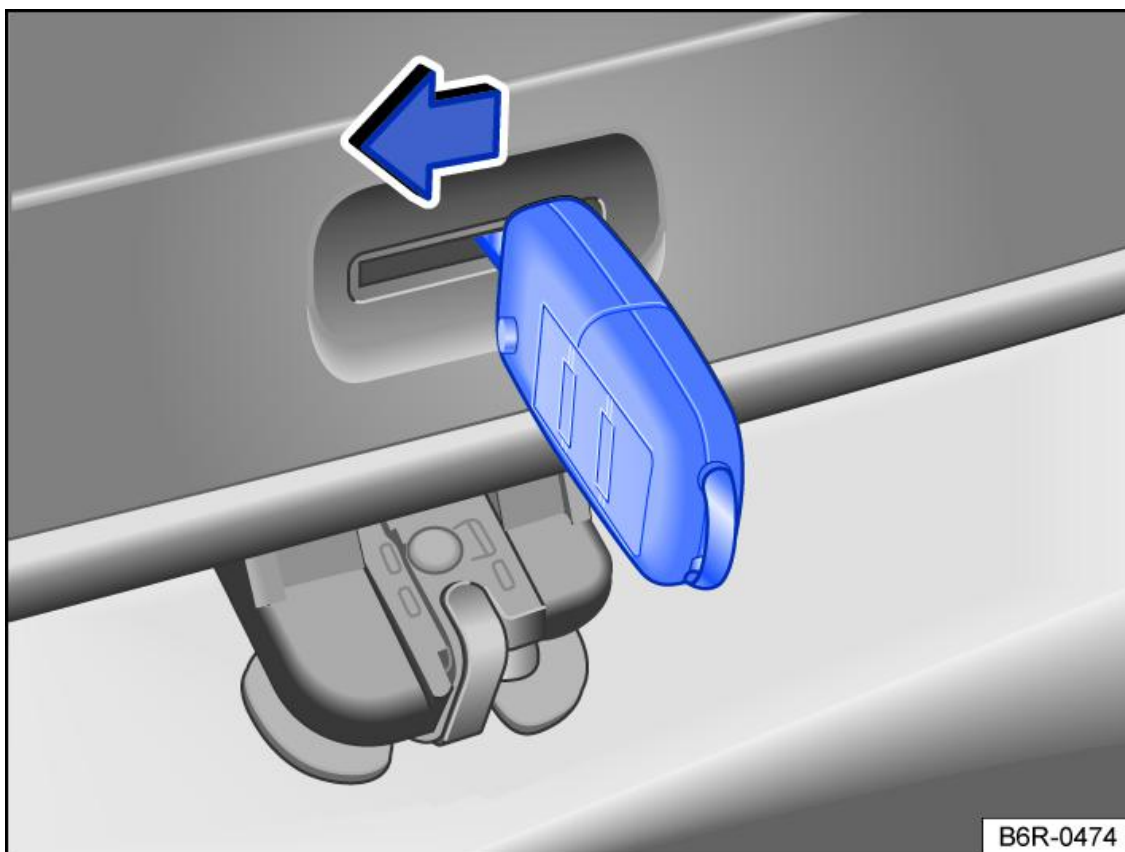

Fig. 1 Bagagliaio: apertura di emergenza del portellone
1. Inserire l'ingegno della chiave nell'apertura di emergenza del portellone → *fig. 1* e spingere la leva di sbloccaggio nella direzione della freccia.